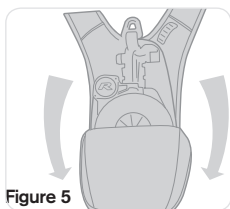

Figure 5
- Ouvrez le sac à dos contenant le dispositif de descente (voir Figure 5).